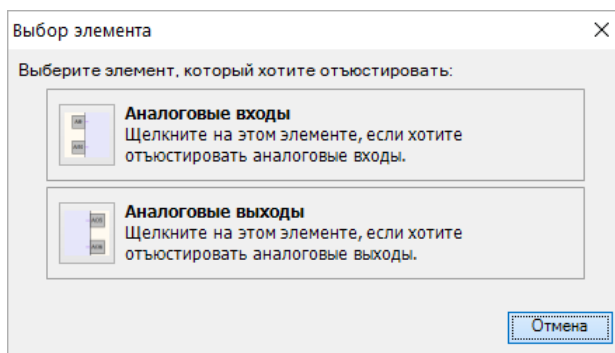

Рисунок 8.4 – Меню юстировки
3. Запустить OwenLogic и выбрать в меню пункт «Прибор» → «Юстировка входов/выходов» для запуска мастера юстировки. В диалоговом окне «Выбор элемента» выбрать пункт «Аналоговые входы» (см. рисунок 8.4).